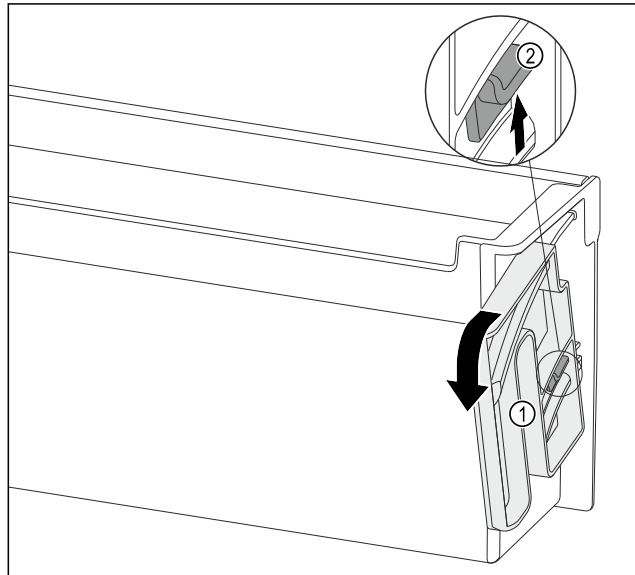

Fig. 94
- ▶ Завъртете завъртащото устройство Fig. 94 (1) в показаната посока докрай.
- ▶ Натиснете езичето Fig. 94 (2) нагоре и свалете завъртащото устройство Fig. 94 (1).